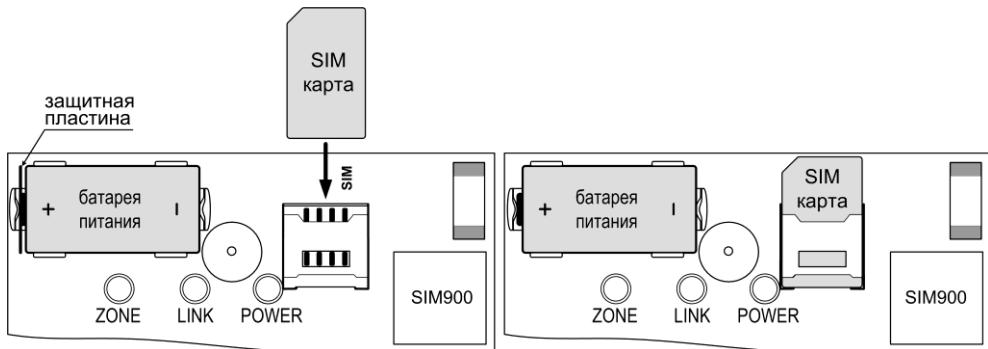

Рис.15 Установка SIM карты
SIM карта устанавливается при полностью отключенном питании прибора (нет 220В и отключена батарея питания) в разъём (слот) X2, контактами к плате, срезом – как показано на рис.15.
2. Убедитесь, что SIM карта установлена в соответствии с рис.15, либо установите SIM карту (если не установлена) – см. рис.15.
3. Подключите батарею питания - извлеките защитную пластину из контактов батареи питания (см. рис.15) или установите батарею питания, соблюдая полярность (если она была извлечена).